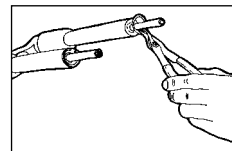

Fig. 8
2. Rimuovere l'anello elastico dalla base del cilindro superiore con una pinza ad ago (vedi fig. 8).